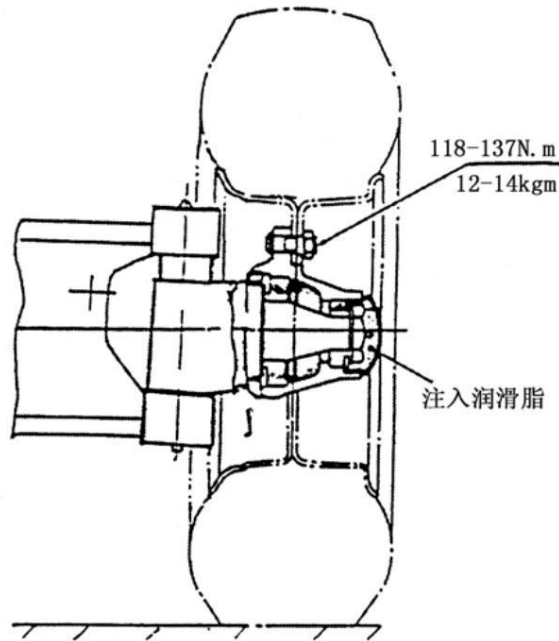

Figura 8-4 Ajuste de precarga
(1) Como se muestra en la Figura 8-4, aplique grasa al cubo, a los cojinetes internos y externos y a la cavidad interna de la tapa del cubo, y también aplique aceite.